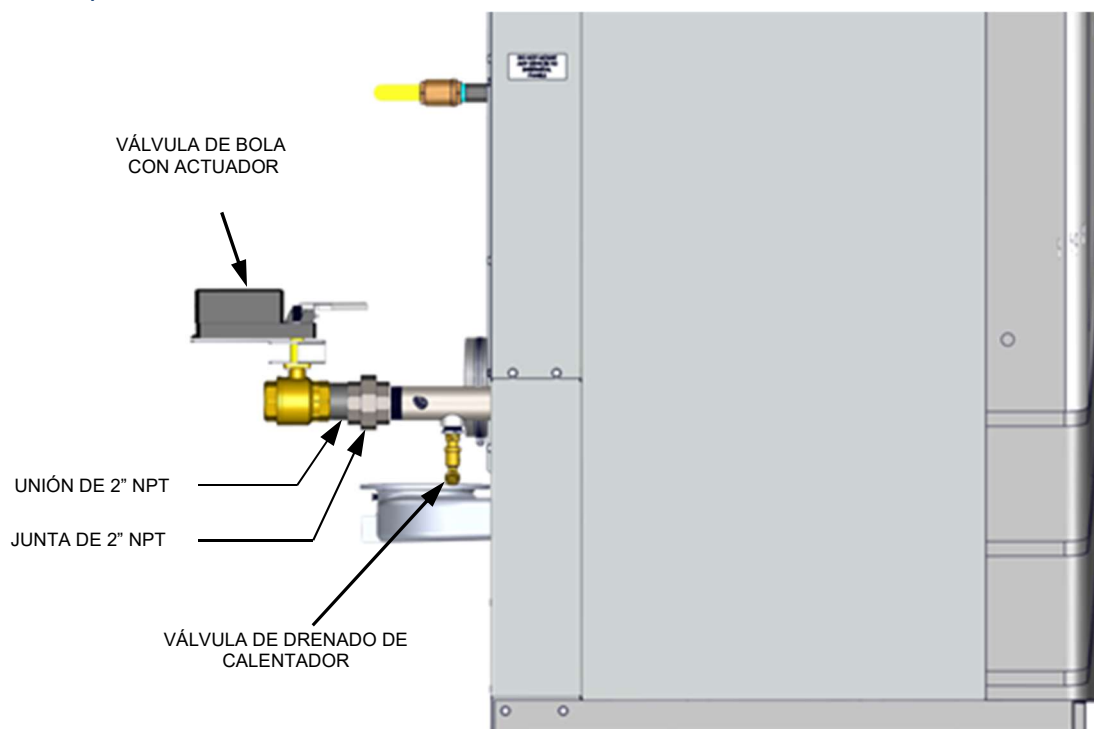

Figura 2-3b. Calentador de agua Innovation con válvula secuencial
Si el Calentador de Agua Innovation se ordenó para usarse con el sistema de Gestión de Calentadores de Agua (Water Heater Management, WHM) y la válvula de bola controlada con actuador no está aún instalada en la unidad, como se muestra en la Figura 2-3b, está vendrá empacada por separado en el contenedor del envío.
3. Asegúrese de que la válvula se encuentra en el recinto del actuador, como se muestra en la Figura 2-3b.